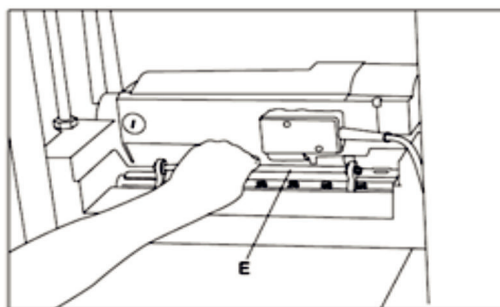

Рис. 5
1. Для установки высоты выступа ножа на 1,5 мм используйте шаблон для установки ножей (E) (Рис. 5), поместив его на режущую головку и на режущие ножи.